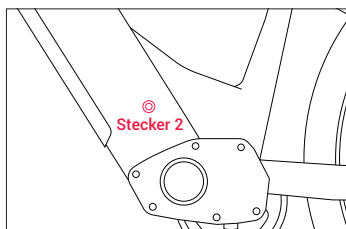

Abbildung 2
**Schritt 3:** Entfernen Sie die Gummiabdeckung an der Ladebuchse und stecken Sie den DC-Stecker (Stecker 2) des Ladegeräts in die Akkuladebuchse (Abb. 2).